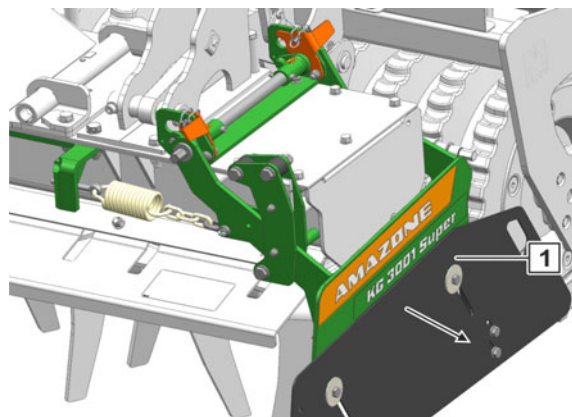

Fig. 145
- La chapa lateral (Fig. 145/1) está inmovilizada en la posición exterior.